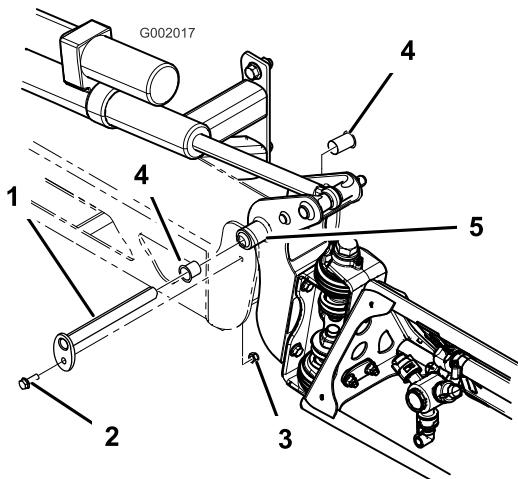

Bild 62
- Wenn das Gewicht des Spritzgestänges abgestützt ist, nehmen Sie die Schraube und die Mutter ab, mit denen der Schwenkstift am Spritzgestänge befestigt ist (Bild 62). Nehmen Sie den Schwenkstift ab.
- Nehmen Sie die Nylonbüchsen vorne und hinten an der Schwenkhalterung ab und prüfen Sie sie (Bild 62). Ersetzen Sie beschädigte Büchsen.
- Montieren Sie das Spritzgestänge und die Schwenkhalterung im mittleren Rahmen und richten Sie die Öffnungen aus (Bild 62).